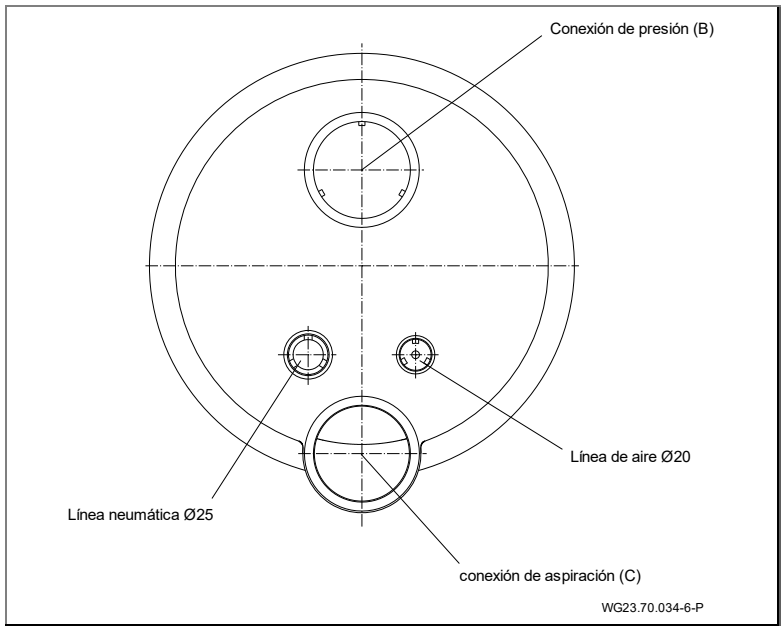
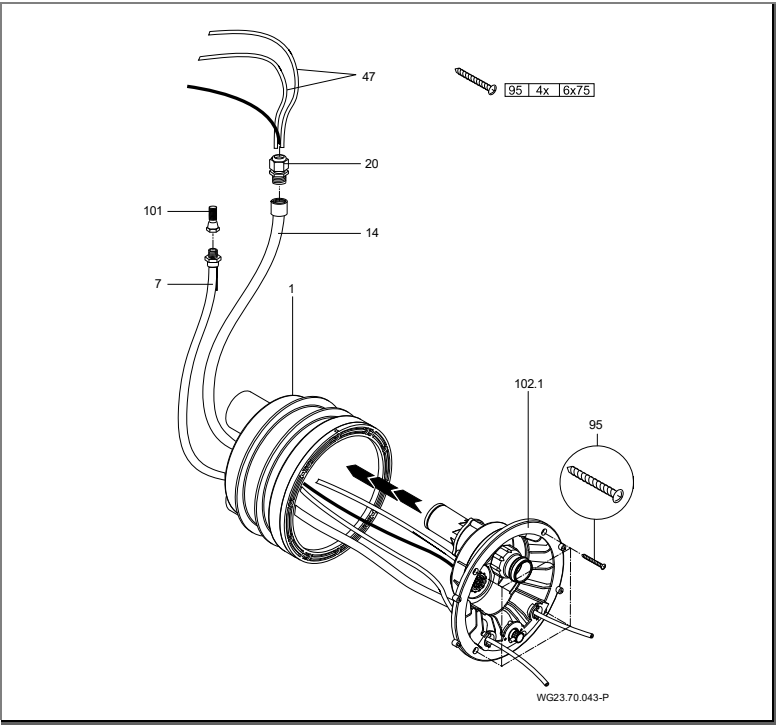

Fig. 15
Fig. 16
1. Pegar la manguera protectora para cables y la manguera para la tubería de aire. (Fig. 15)
2. Colocar la carcasa de las boquillas (102.1) contra la carcasa empotrada (1).
4. Montar la tubería de aire con la abrazadera (8) en el regulador de aire (21) instalado de fábrica.
5. Fijar la carcasa de las boquillas (102.1) a la carcasa empotrada (1) con cuatro tornillos de rosca (95). (Fig. 16)